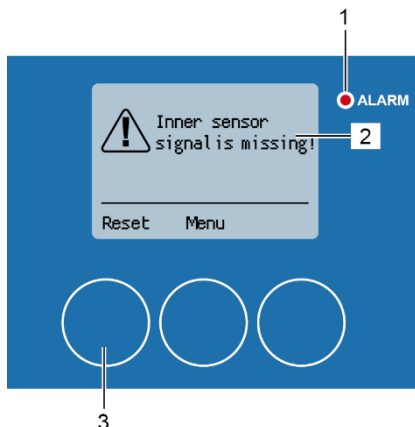

Abbildung 194: Alarm des inneren Sensorsignals
Die Alarmmeldung „Signal des inneren Sensors fehlt!“ (Abbildung 194/2) wird während des Reinigungsvorgangs angezeigt, wenn es ein Problem mit dem Annäherungssensor in der Rotormitte gibt. Zum Beispiel, wenn der Annäherungssensor in der Mitte des Rotors ein neues Signal abgibt (z.B. wegen Verschmutzung), nachdem er bereits ein Signal durch Erkennung des Reinigungsschlittens gegeben hat. Die rote Alarm-LED (Abbildung 194/1) leuchtet auf.
2. Setzen Sie die Alarmmeldung mit [Zurücksetzen] (Abbildung 194/3) zurück.
Falls die Alarmmeldung zurückgesetzt wird, ohne den Fehler zu beheben, erscheint die Alarmmeldung erneut. Das Menü „1 Hauptmenü“ kann über [Menü] (Abbildung 194/4) aufgerufen werden, um z.B. den Signalzustand der Annäherungssensoren zu überprüfen  Kapitel 6.5 Statusanzeigen auf Seite 89.